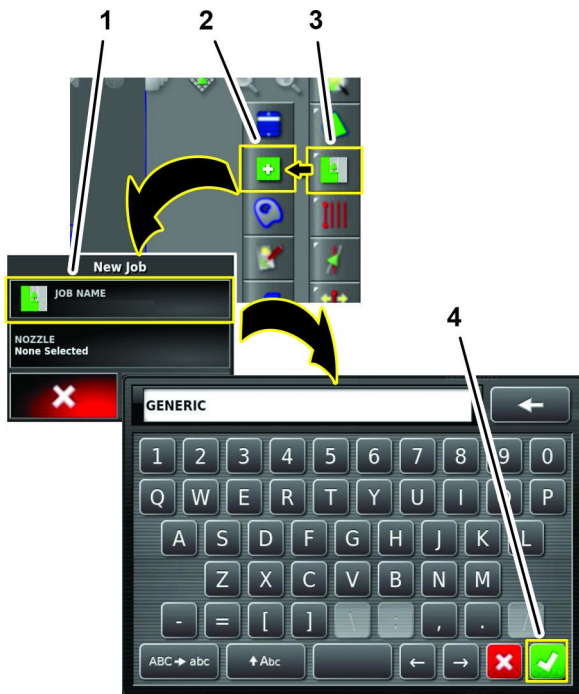

Figura 159
1. Pulse el menú Trabajos y pulse el icono CREAR NUEVO TRABAJO (Figura 159).
2. Utilice el teclado en pantalla para escribir un nombre para el trabajo genérico, y pulse el icono Confirmar (Figura 159).